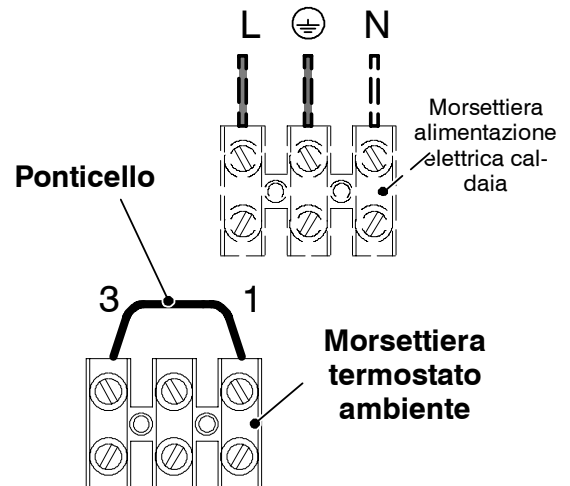

fig. 5.20
**Il ponticello elettrico collegato nella morsetteria termostato ambiente tra i morsetti "1 e 3" non va rimosso** fig. 5.20